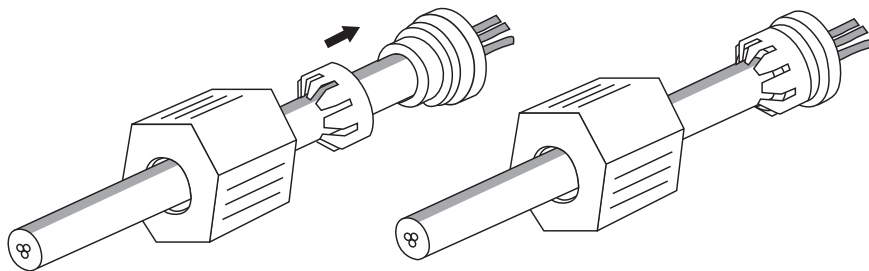

Рисунок 3-5
- Продвиньте резиновое уплотнение к самому краю изоляции и затем наденьте колпачок на резиновое уплотнение. Это снимает напряжения вокруг кабеля (рис.3-5).